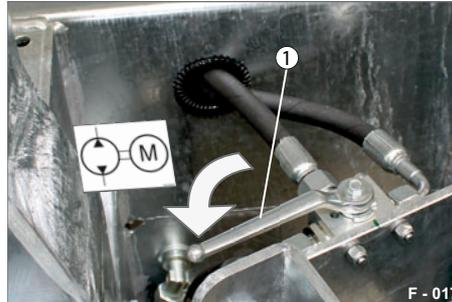

Abb. 33 Umschaltung Hydraulikversorgung
- ▶ Drehen Sie den Hebel (Abb. 33/1) gegen Uhrzeigersinn. Die Hydraulikversorgung ist auf Elektro-Hydraulik-Aggregat umgeschaltet.